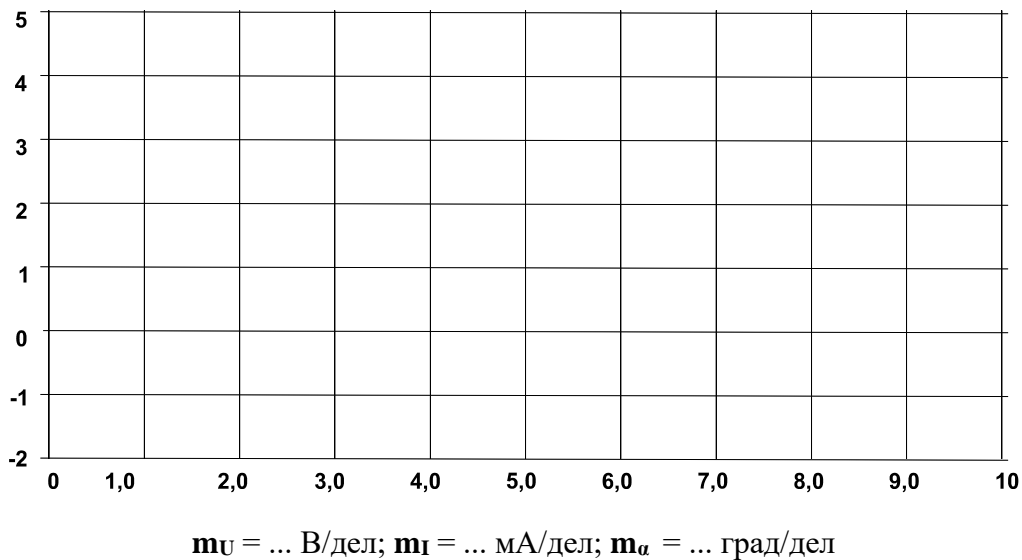

Рис. 6.3.3
- При одном из положений потенциометра перерисуйте кривые выпрямленных напряжения и тока на рис. 6.3.3. Определите и запишите масштабы.